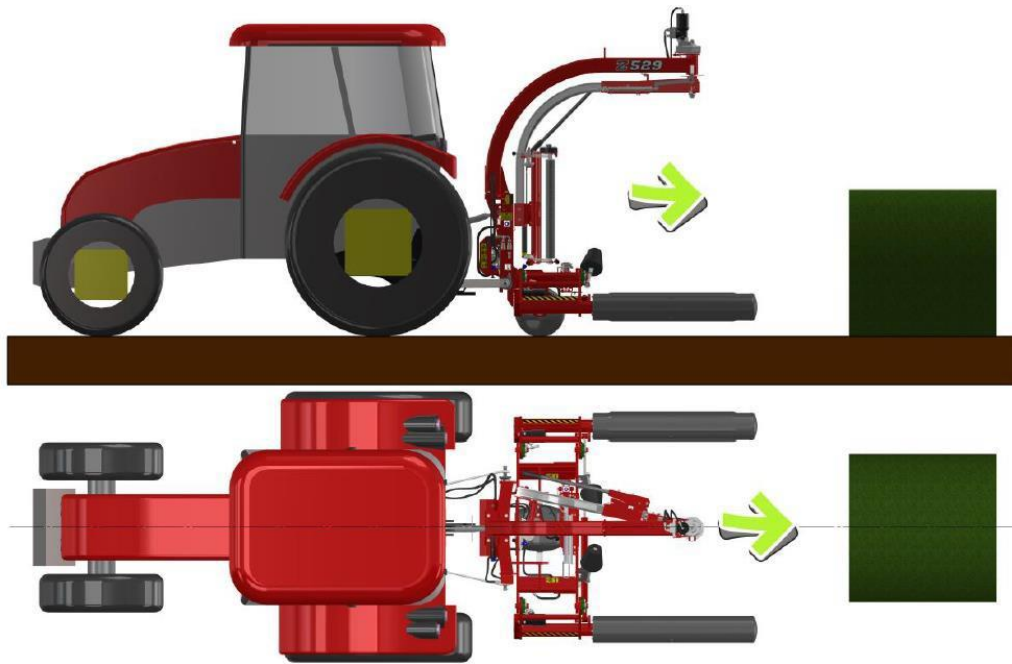

Рисунок 16. Положение погрузка рулонов
3. Нажмите и удерживайте кнопку  , чтобы разложить нижние рычаги. Подведите обмотчик к рулону в положении для загрузки (рис. 16). Нажмите кнопку  , чтобы начать загрузку рулона. После завершения загрузки над кнопкой **START/STOP** начнет мигать красный светодиод, указывая на готовность начать обмотку. Если при автоматической загрузке рычаги не складываются полностью, их необходимо закрыть вручную с помощью кнопки  . Вы также можете изменить время автоматической загрузки в диапазоне 4-15 с в меню панели управления.